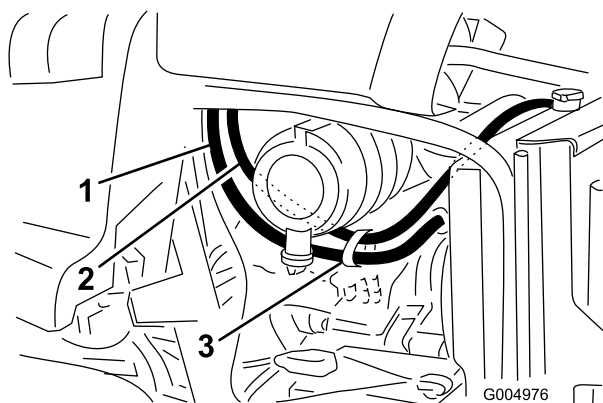

Рисунок 14
12. Присоедините шланг к тройнику шланговым хомутом (Рисунок 14).
1. Проложите шланг позади расширительного бачка радиатора, вверх по правой стороне радиатора, через верх радиатора к левой стороне и под воздухоочистителем, как показано на Рисунок 14.